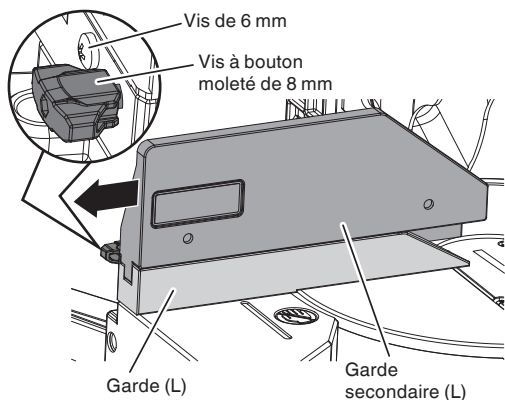

Fig. 12-b
En coupant à angle de biseau à gauche, desserrer la vis à bouton moletée de 8 mm, puis faire glisser la garde secondaire (L) vers l'extérieur, comme indiqué sur la Fig. 12-b.